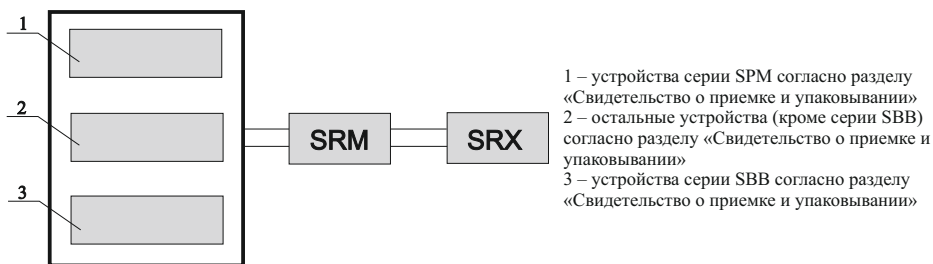

Рисунок 1
5.1 Приборы конструктивно выполнены в прямоугольном металлическом корпусе и представляют собой стойку формфактора 19 дюймов с выносным пультом микрофонным (рисунок 1).